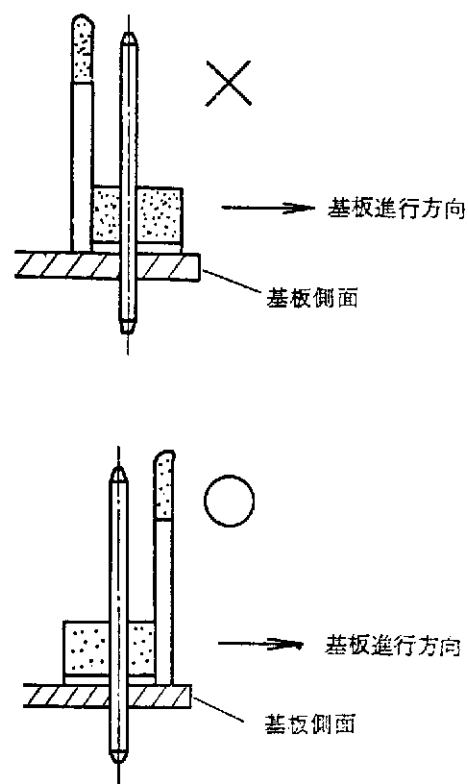

図 13
- (1) ポスト・ヘッダーが基板の側面近くに位置している場合はロック部を図13の様に基板に装着することが望まれます(半田時フラックスがポストに付着するのを防止するため)。